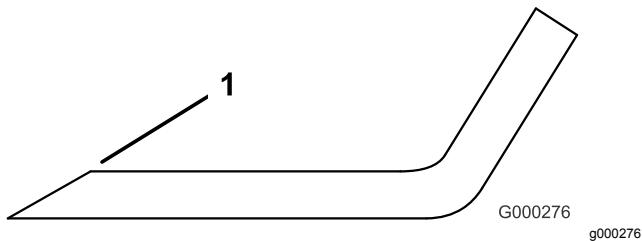

Figura 106
1. Utilize uma lima para afiar aresta de corte em ambas as extremidades da lâmina (Figura 106).